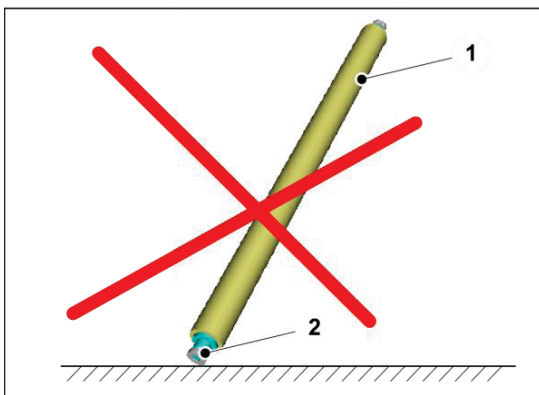

図 16 不適切な取り扱い
- 絶対に、ローラ(図16/1)をアイドラローラ(図16/2)や